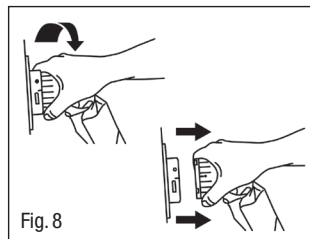

Fig. 8
5.4 Funktionen Patienttransport (Fig. 8)